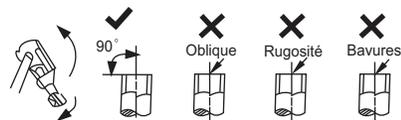

Fig. 9 — Coupe du tuyau
2. Coupez le tuyau à 90 degrés (voir figure 9) au moyen d'un coupe-tube.